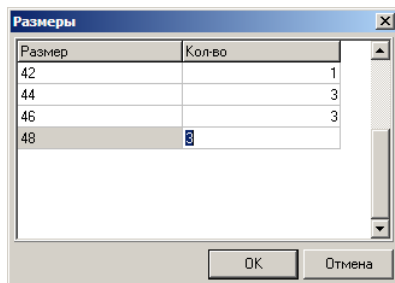

Рис. 56. Указание размеров поступившего товара
- Если требуется указать поступившие размеры модели, нажмите кнопку **Р**. В открывшемся окне «Размеры» (рис. 56) установите курсор мыши в колонку «Количество» и введите с клавиатуры количество моделей каждого размера.